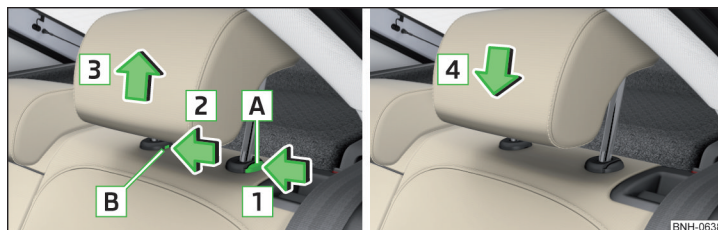

Fig. 78 Extraer / introducir el reposacabezas
- › Para **retirar**, mantener la tecla de seguridad **A** en sentido de la flecha **1**, presionando al mismo tiempo con un destornillador plano (con un ancho de máx. 5 mm) la tecla de seguridad en la apertura **B** en el sentido de la flecha **2** y retirar el reposacabezas en sentido de la flecha **3** » fig. 78.